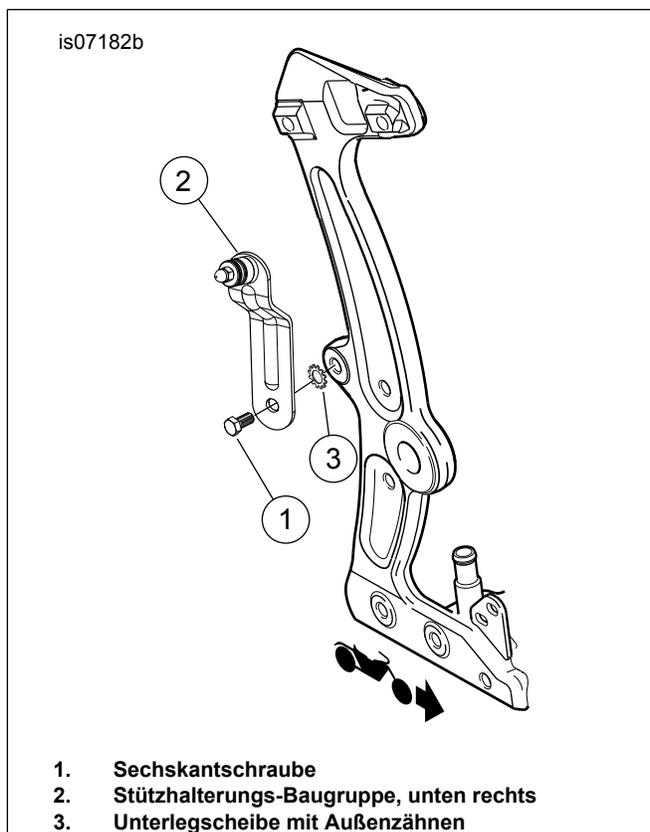

Abbildung 6. Stützhalterungs-Baugruppe, unten rechts
4. FLS-Modelle: Siehe Abbildung 6. Die rechte untere Stützhalterung mit der Sechskantschraube und Sicherungsscheibe am Rahmen befestigen. Schrauben auf ein Drehmoment von 16,3–24,4 N·m (12–18 ft-lbs) anziehen.